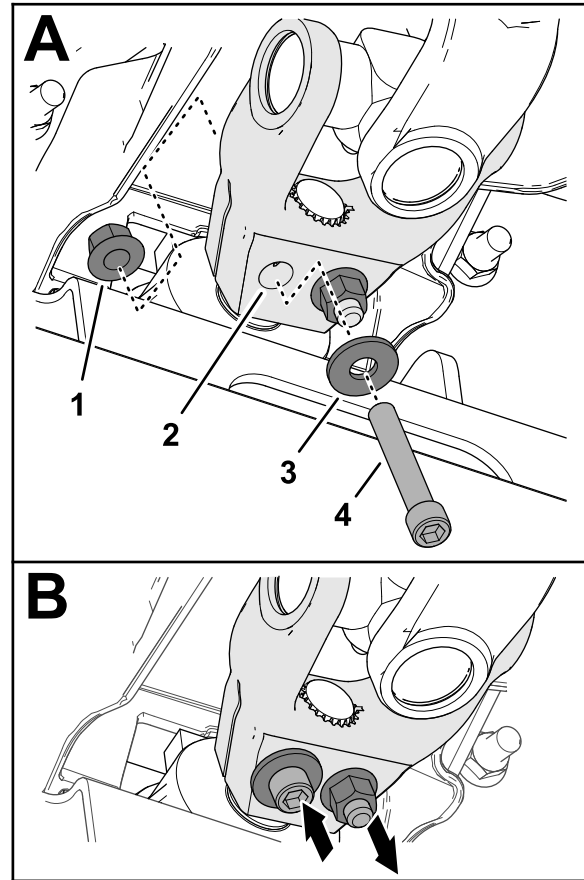

Figura 13
A. Instale la horquilla del eje de la TDF en el eje de la caja de engranajes de la unidad de corte, tal y como se muestra en la Figura 13.
B. Monte un tornillo de caperuza de cabeza allen ($\frac{3}{8}$ " x $2\frac{1}{4}$ " a través de una arandela ($\frac{3}{8}$ ") y del taladro en la horquilla del árbol de transmisión (Figura 13) y fije el tornillo de caperuza con una contratuerca con arandela prensada ($\frac{3}{8}$ ").
C. Monte un tornillo de caperuza de cabeza allen ($\frac{3}{8}$ " x $2\frac{1}{4}$ " a través de una arandela ($\frac{3}{8}$ ") y del taladro en la horquilla del árbol de transmisión desde la dirección opuesta (Figura 13) y fije el tornillo de caperuza con una contratuerca con arandela prensada ($\frac{3}{8}$ ").